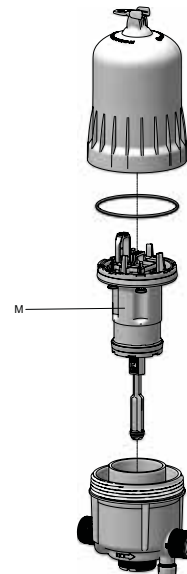

Fig. 29
- Dévisser le couvercle à la main (**Fig. 29**) et le retirer.